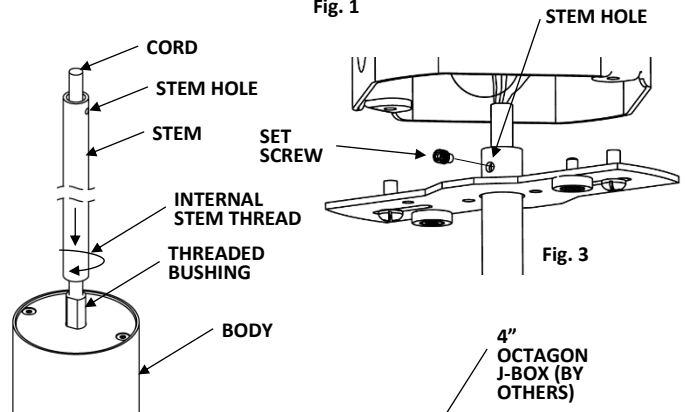

Fig. 2
2. **INSTALL STEM TO BODY. Fig. 2**